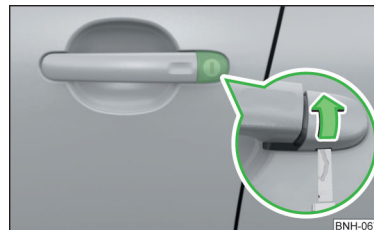

Abb. 251
- › Den Schlüssel in die Aussparung an der Unterseite der Abdeckung einschieben und die Abdeckung in Pfeilrichtung aufklappen » **Abb. 251**.